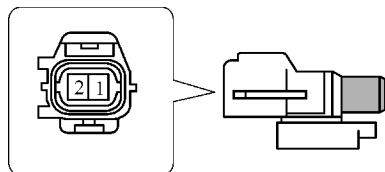

图 8-33 环境温度传感器
1) 使用万用表测量环境温度传感器两端子之间电阻值，阻值应随温度升高而逐渐降低，如图 8-33 所示。若不符合规定则更换传感器。